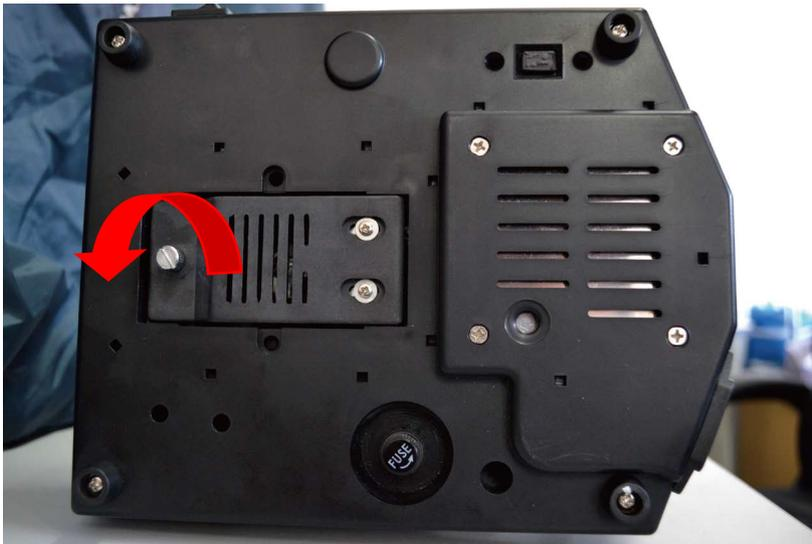

图63 逆时针旋转底座固定螺丝
3.5.2.1 逆时针旋转显微镜底座上的固定螺丝，将螺丝拧松，如图63: